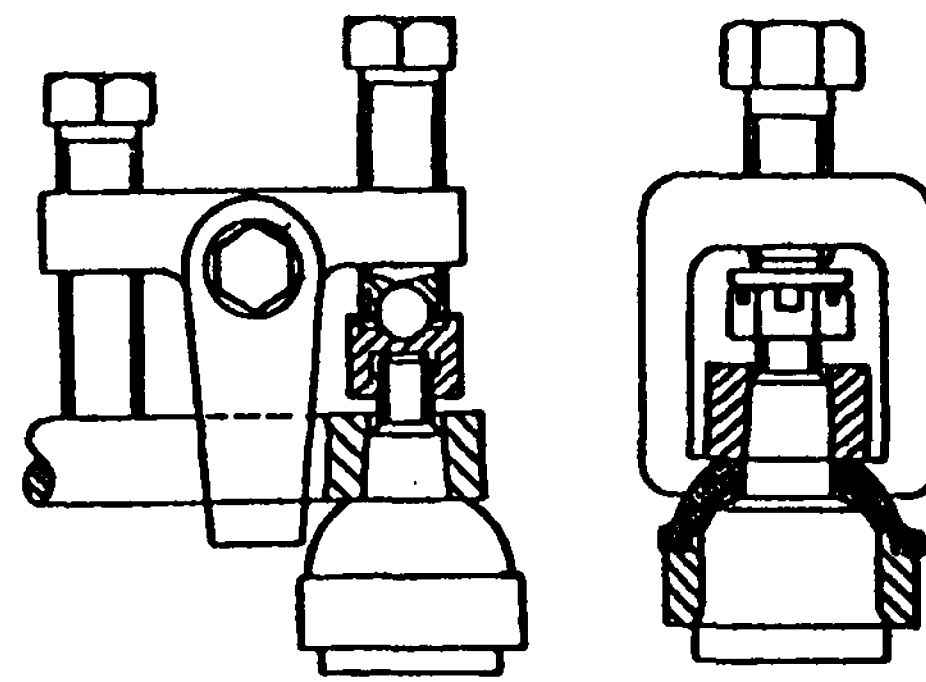

Рис. 10.20. Выпрессовка пальца шарового шарнира рулевых тяг: слева - специальным съемником, справа - универсальным съемником
Для замены уплотнителей с помощью приспособлений указанных в разделе «Ремонт» (стр. 169, 170, рис. 10.20, 10.21) выпрессовать шаровые пальцы шарнира из гнезд и заменить уплотнители. Установить пальцы в гнезда, затянуть гайки пальцев моментом 40-50 Н·м (4-5 кгс·см)
- отсоединить шаровый шарнир от сошки, используя специальный съемник или универсальный съемник (рис. 10.20);
- используя приспособление (см. рис. 10.20) отсоединить шаровой шарнир от маятникового рычага;